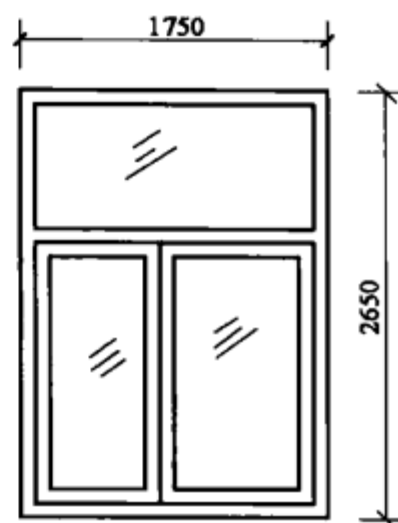

图 4-88 铝合金推拉窗
**【例 89】** 求如图 4-88 所示带亮子双扇铝合金推拉窗工程量并套用定额。
**【解】** (1) 定额工程量